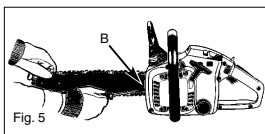

Fig. 5
1. Placer kædesaven så de kan se reguleringsskruer. Skru(D) med uret for at spænde og mod uret for at løsne kæden. Vær hele tiden opmærksom på at kæden sidder korrekt på sværdet (Fig. 5).